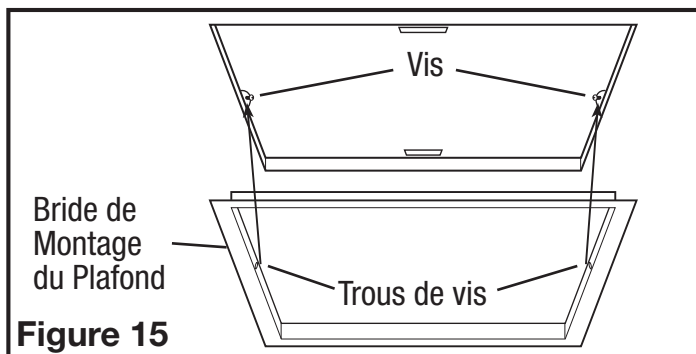

Figure 15
- Installez la bride de montage au plafond pour couvrir tous les espaces qui existent entre le boîtier et le plafond fini. Retirez les deux vis qui relient la bride de montage au boîtier. Placez un scellant (non fourni) sur le bord intérieur de la bride de montage au plafond pour assurer que la bride est scellée au plafond. Alignez les trous de vis dans la bride de montage au plafond avec les trous de vis à l'intérieur du boîtier et appuyez la bride en place afin qu'elle soit bien serrée contre le plafond. Réinstallez les vis de la bride de montage à l'intérieur du boîtier (Figure 15).